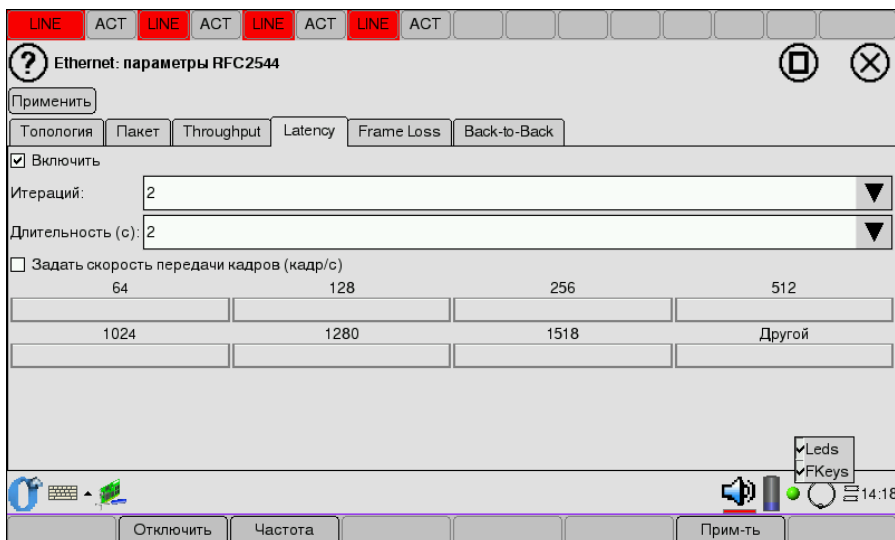

Рис. 11.6. Отображение функциональных клавиш и светодиодов
- назначениям функциональных клавиш и светодиодов (см. рис. 11.6, с. 44);